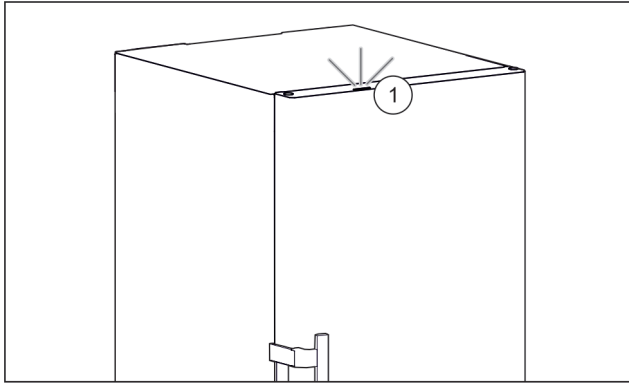

Fig. 56 Aktivno svjetlo statusa kada su vrata zatvorena
- ▷ Svjetlo statusa Fig. 56 (1) je aktivirano.